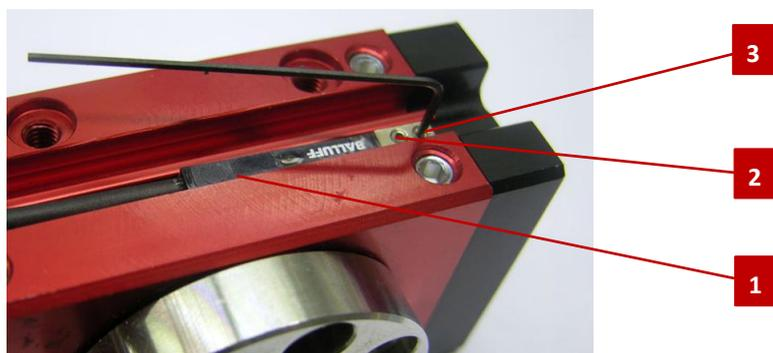

Fig. 20 Représentation capteurs de champ magnétique
1. Insérez le capteur (Fig. 20, 1) avec l'écrou pour rainure monté dans la rainure en C.
6. Fixez fermement le capteur avec la vis de fixation (Fig. 20, 3).